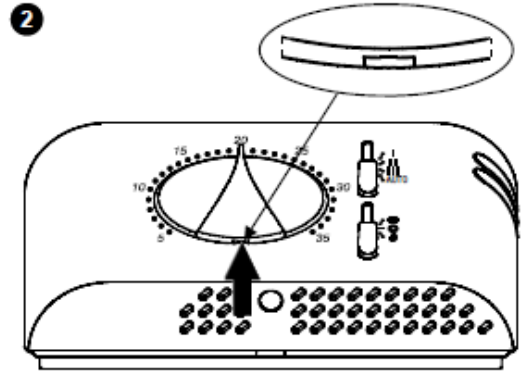

Fig. 3 - Abb. 3
- ② -Sätt båda reglagen i läget längst ner och sätt vredet vid 20 ° C; lyft vredet med en skruvmejsel som visas av pilen i fig. 3, var försiktig så att du inte repar locket.